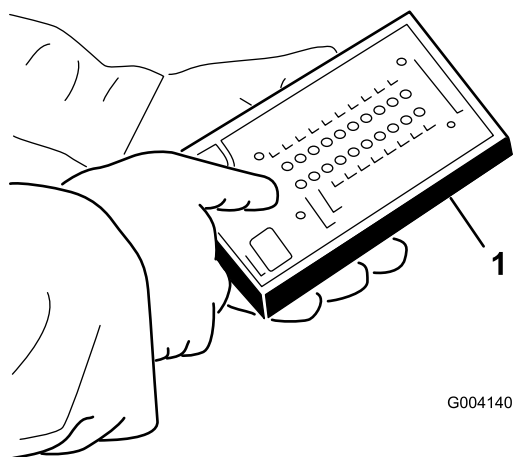

Рисунок 19
4. Подсоедините разъем диагностического прибора к дисплею ACE к диагностическому разъему (Рисунок 19).